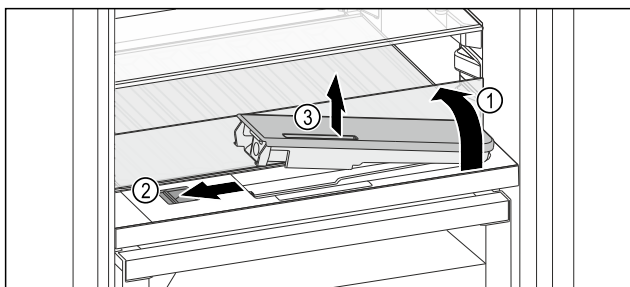

Fig. 232
- Ngrini lart pllakën e xhamit dhe kthejeni për prapa deri në fund Fig. 232 (1).
- Shtyni rrëshqitësen Fig. 232 (2) nga e majta.
- Hiqni depozitën e ujit Fig. 232 (3).